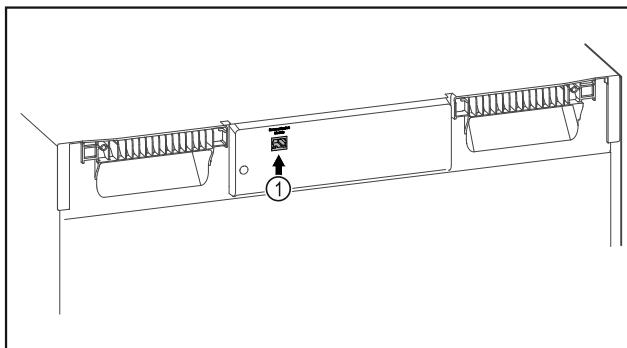

Fig. 145
- SmartModule Fig. 145 (1) ist eingesetzt.